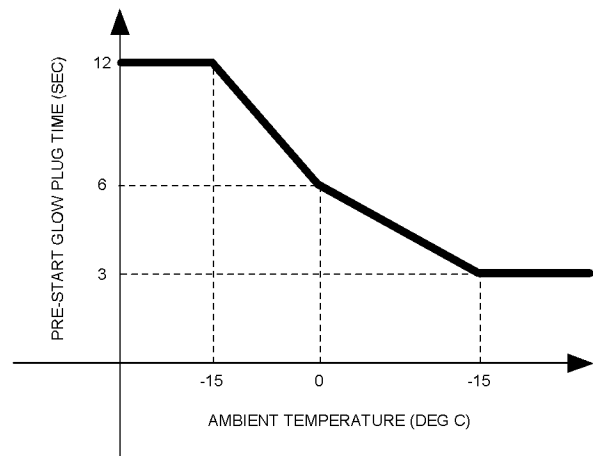

Ilustración 29
2. Gire el interruptor de arranque del motor a la posición CALENTAR. Mantenga el interruptor de arranque del motor en la posición de CALENTAMIENTO durante el tiempo que se muestra en la ilustración 29. Esto activará las bujías y facilitará el arranque del motor.